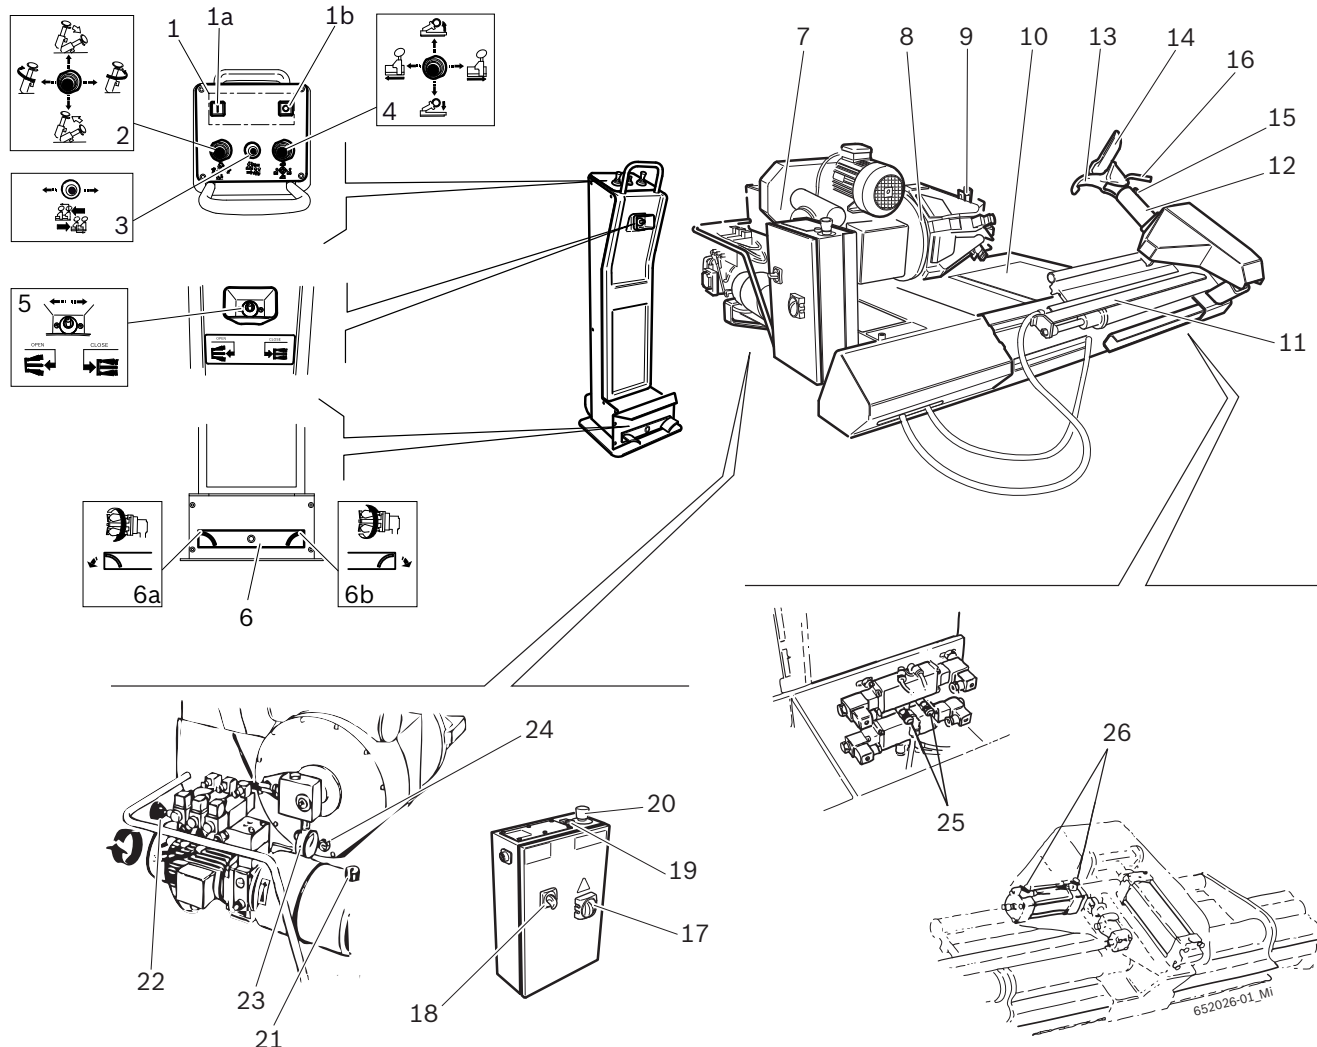

Fig. 1: JUMBO TCS56
**i** La flangia di serraggio funziona tramite circuito idraulico ad alta pressione, regolabile da 20 a 130 bar ruotando l'apposita manopola (Fig. 1, pos. 20) e leggendo il valore sul manometro (Fig. 1, pos. 21). La pressione normale di esercizio è di 130 bar. Per cerchioni deboli o particolarmente sottili è necessario diminuire tale pressione.